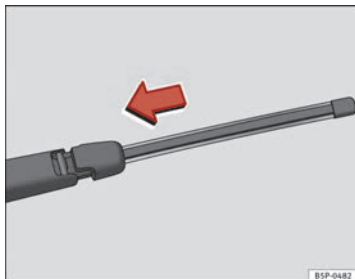

Abb. 187 Heckwischerblatt einsetzen
- Halten Sie das Wischerblatt wie in ⇒ Abb. 187 angezeigt fest und schieben Sie den Adapter so lange, bis er einrastet.